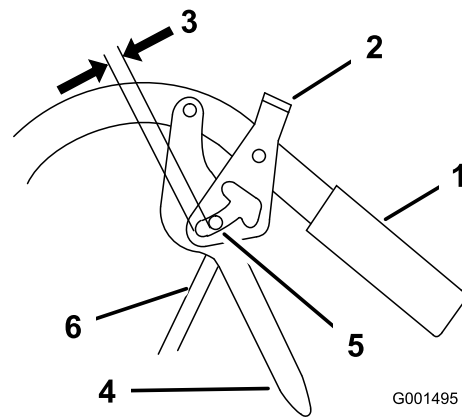

Figura 45
2. Ajuste la longitud de la varilla de control enroscando la varilla en el acoplamiento o desenroscándola, hasta que quede una holgura de 5 a 6 mm (3/16 a 1/4 pulg.) entre la varilla de control y la parte inferior del mecanismo de bloqueo de punto muerto/freno de estacionamiento (Figura 45).
3. Instale la varilla de control en la palanca de avance y el mecanismo de bloqueo de punto muerto/freno de estacionamiento. Sujete la varilla de control con un pasador de horquilla y un pasador de seguridad (Figura 45).